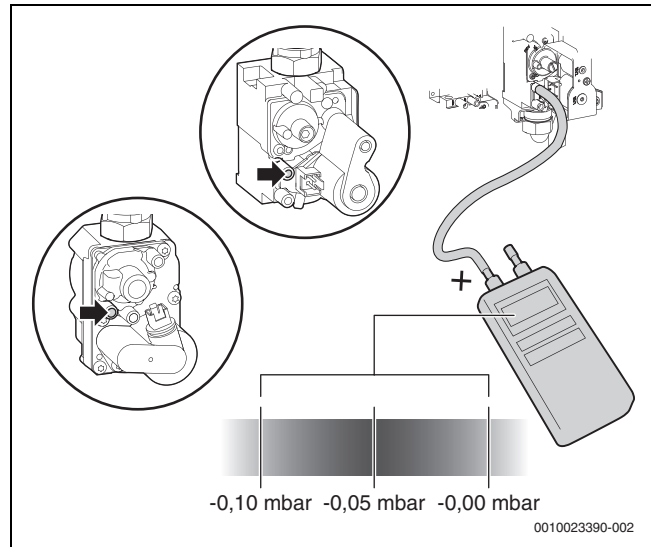

Bild 43 Differenzdruck messen
- ▶ Differenzdruck des Gasventils messen (→ Bild 43). Der optimale Differenzdruck beträgt -0,05 mbar.